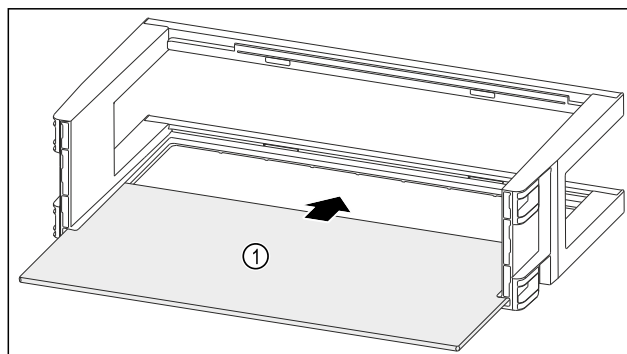

Fig. 97
- Wsunąć półkę Fig. 97 (1) w boczne wycięcia.